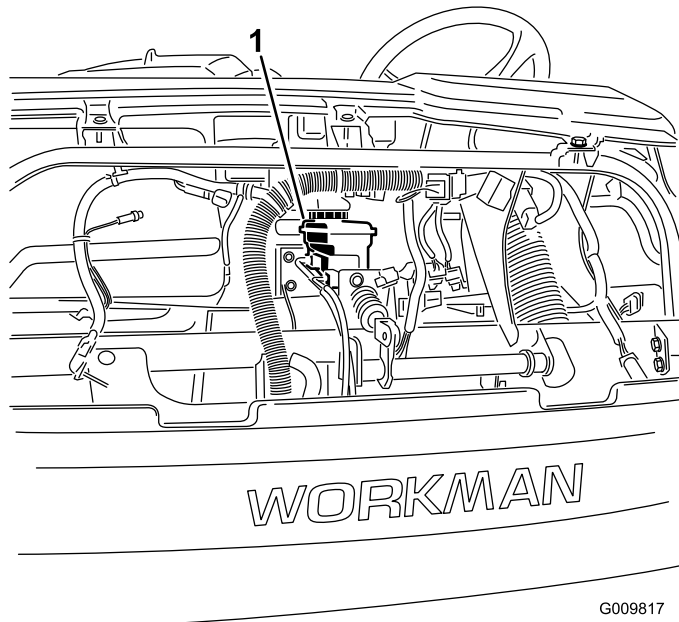

**Figura 25**
2. El nivel de líquido debe llegar a la línea Lleno del depósito (Figura 25).